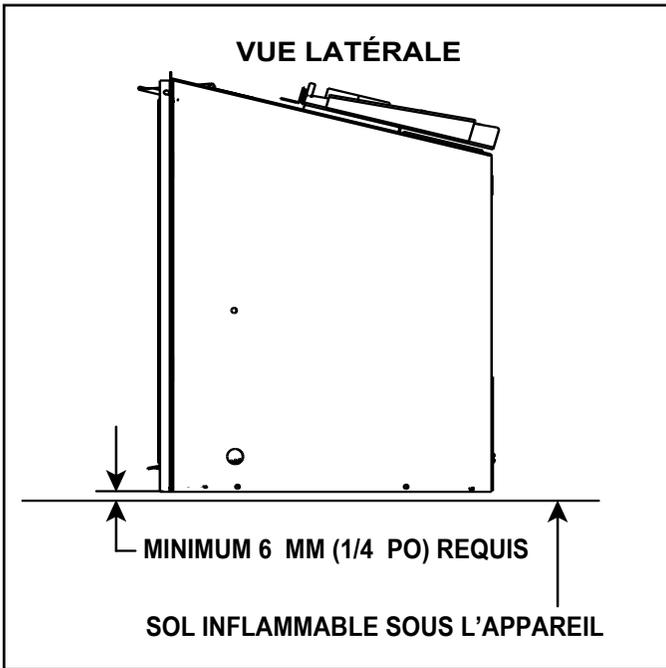

Figure 3.19 Dégagement au sol du combustible solide
- Un espace minimal de 6,35 mm (1/4 po) entre le bas de l'appareil et le sol métallique de la boîte à feu pour combustible solide est **RECOMMANDÉ**. Voir la vue latérale à la figure 3.19.
- Un plancher inflammable sous l'appareil est acceptable avec un espace de 6,35 mm (1/4 po). Voir la figure 3.19.